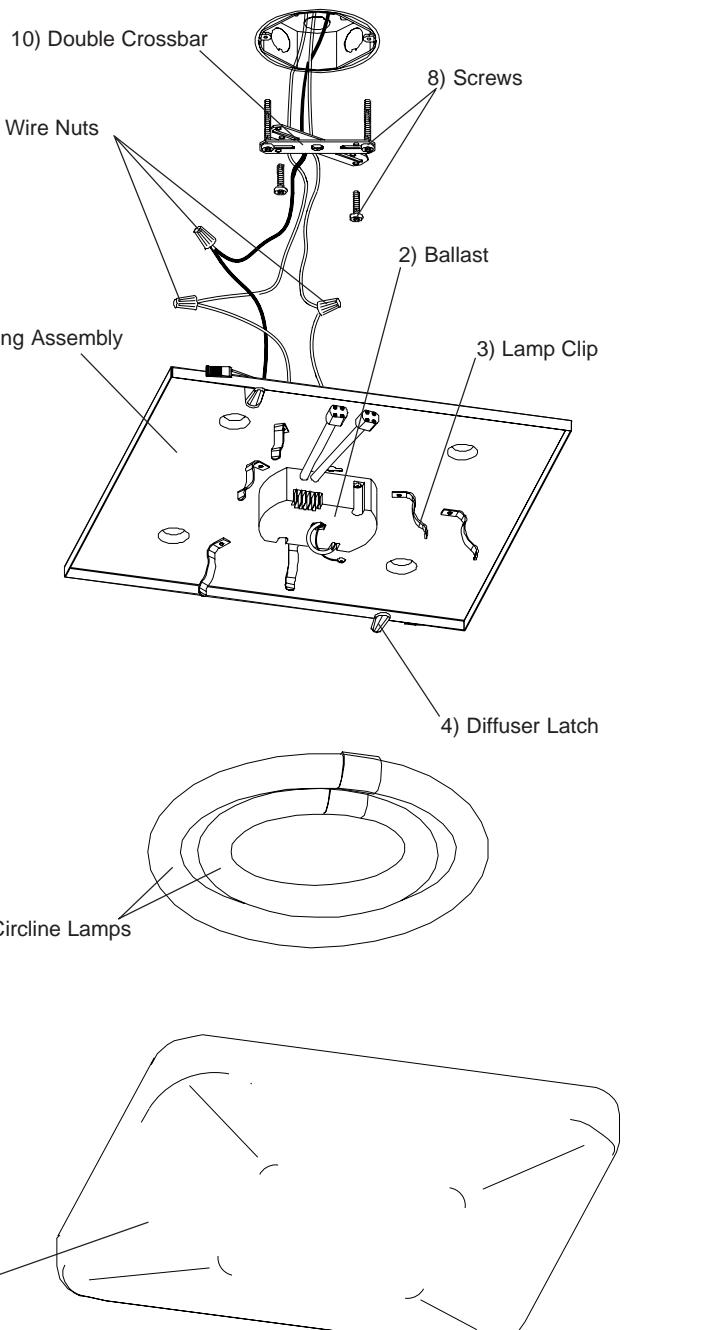

Figure 2
- Retirer les composants de l'appareil et tout emballage de pièces. S'assurer que toutes les pièces sont incluses. **Voir la liste d'emballage en page 1 et la fig. 2.**
- Installer la traverse (10) à la boîte de jonction à l'aide de deux vis de 1,5 po (8). Poser les deux vis restantes à environ ½ po dans les trous les plus éloignés des extrémités de l'autre traverse. **Voir la fig. 2.**
- L'alimentation coupée, soutenir fermement l'ensemble boîtier (1) et connecter le fil de terre vert de l'appareil au fil de terre nu en cuivre de la boîte de jonction à l'aide d'un capuchon de connexion (9). (*Si le câblage d'alimentation ne comprend pas un fil de mise à la terre, consulter votre code d'électricité local et vérifier les méthodes conformes de mise à la terre.*) **Voir la fig. 2.**
- Employer les capuchons de connexion pour connecter le fil noir de l'appareil au fil noir d'alimentation et le fil blanc au fil blanc d'alimentation. **Voir la fig. 2.**
- Aligner les entailles en trou de serrure du bloc boîtier sur la tête des vis installées sur la traverse, soulever l'appareil, tourner dans le sens horaire et serrer les vis afin de fixer le boîtier au plafond. **Note : l'orientation de l'appareil peut être ajustée en tournant la traverse à la position requise avant de fixer l'appareil au plafond.** **Voir la fig. 2.**
- Si les lampes sont fournies mais non installées, brancher les connecteurs dans la douille d'alimentation des lampes. Débuter l'installation par la plus petite lampe (pour les modèles à 2 lampes). Placer au dessus de 2 des 3 pinces à lampe (3). Pousser doucement la lampe sur la troisième pince tout en tirant légèrement la pince vers l'arrière. Répéter pour la seconde lampe.
1. Remove fixture components and parts pack(s). Check that all parts are included. See Fixture Packing List on Page 1 and Fig. 2 on Page 2.
2. Install Crossbar (10) to junction box with two 1.5" Screws (8). Install remaining two screws approximately 1/2" into holes furthest to ends of other Crossbar. See Fig. 2.
4. With the power turned off, hold the fixture Housing Assembly (1) firmly and connect the green ground wire from the fixture to the bare copper ground wire from the junction box using a Wire Nut (9). (If house wiring does not include a ground wire, consult your local electrical code for approved grounding methods). See Fig. 2.
5. Use Wire Nuts to connect black fixture wire to the black power supply wire and white fixture wire to the white power supply wire. See Fig. 2.
7. Align keyholes in fixture Housing Assembly over the previously installed screw heads on Crossbar, lift fixture up, rotate clockwise and tighten screws to secure Housing Assembly against ceiling. **Note:** Fixture orientation can be adjusted by rotating Crossbar in desired location before securing fixture to ceiling. See Fig. 2.
8. If lamp(s) are provided but not installed, plug power connectors into the lamp power receptacles. Begin installation with the smallest lamp (2 lamp fixtures) by positioning lamp over two of the three Lamp Clips (3). Gently push the lamp over the third clip while pulling the clip back slightly. Repeat the process with the second lamp.